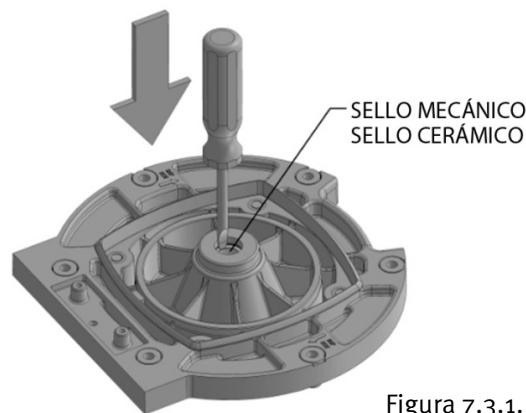

Figura 7.3.1.
5. Retire la placa del sello (artículo #18) del motor retirando los cuatro (4) pernos 3/8" x 1" (artículo #21) que lo fijan al motor, usando una llave o llave de cubo de 1/2".
6. Presione el asiento de cerámica con la tapa de goma para retirarlo de la placa del sello. Si estuviera demasiado ajustado, use un destornillador pequeño para destrabar el sello. Consulte la figura 7.3.1.